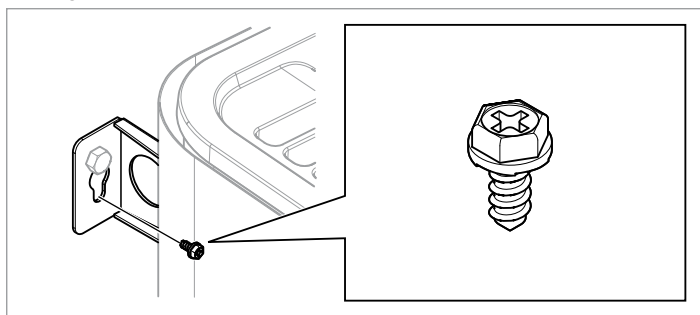

Fig. 13 : Vis de fixation du support
12. Immobiliser le poêle au moyen de la vis de fixation, voir la figure 13.